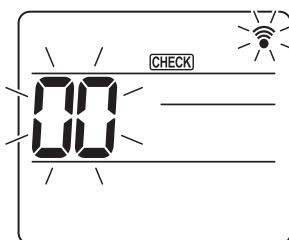
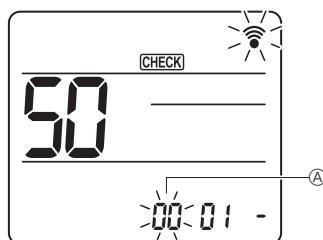
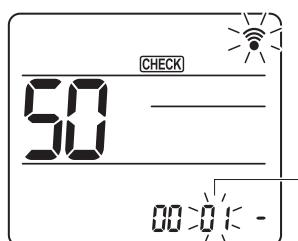
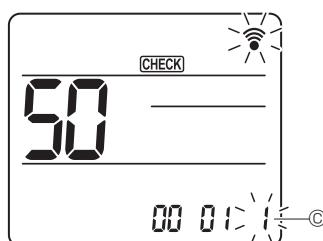

Fig. 7-18
Fig. 7-19
Fig. 7-20
Fig. 7-21
7.4.2. Tramite il telecomando wireless (Fig. 7-18, Fig. 7-19, Fig. 7-20, Fig. 7-21)
① Passaggio alla modalità di selezione della funzione
[CHECK] si illumina e lampeggia "00". (Fig. 7-18)
Premere il pulsante **↓** per impostare il numero di unità **A**. (Fig. 7-19)
Premere il pulsante **↓** per impostare il Numero di modo **B**. (Fig. 7-20)
Utilizzare il pulsante **↓** per modificare il Numero di impostazione **C**. (Fig. 7-21)